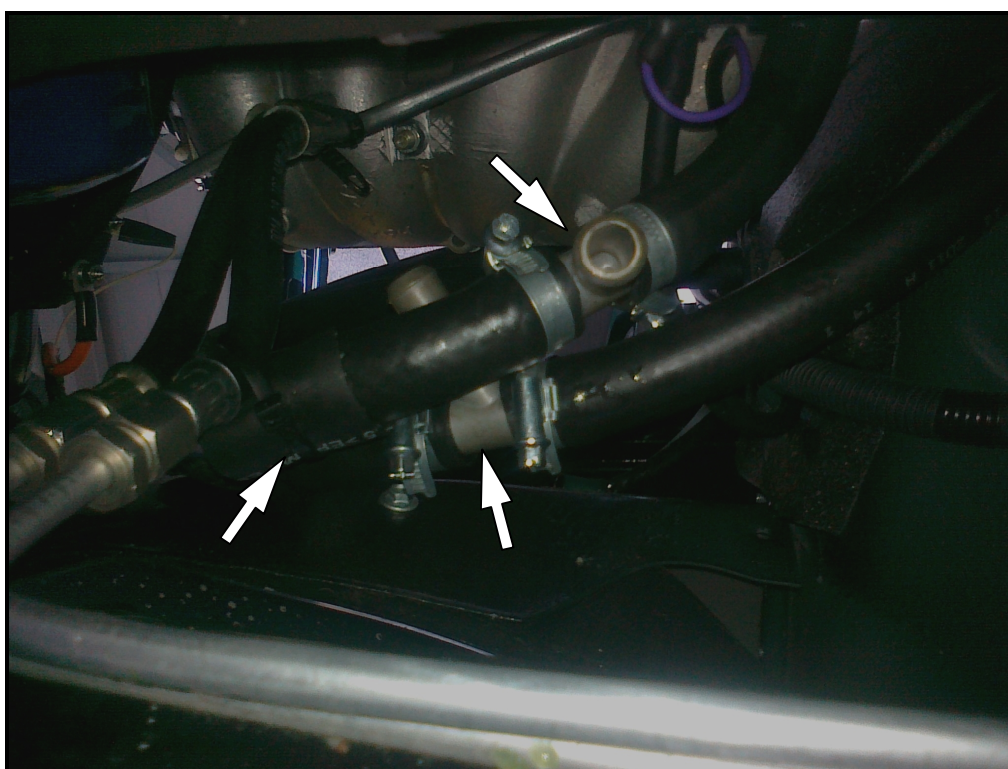

Рис.5 Положение тройников и способ фиксации выходного рукава для создания правильного положения рукава
3.8. Разрезать всасывающий патрубок отопителя салона «обратка печки», надеть хомуты, вставить тройник 19x16. В нагнетающий печной патрубок так же вставить тройник 19x16. **Очень важно создать положение печного рукава такое, при котором нагретая ОЖ направленно циркулировала бы через блок двигателя, а не через печку (рис. 5).**